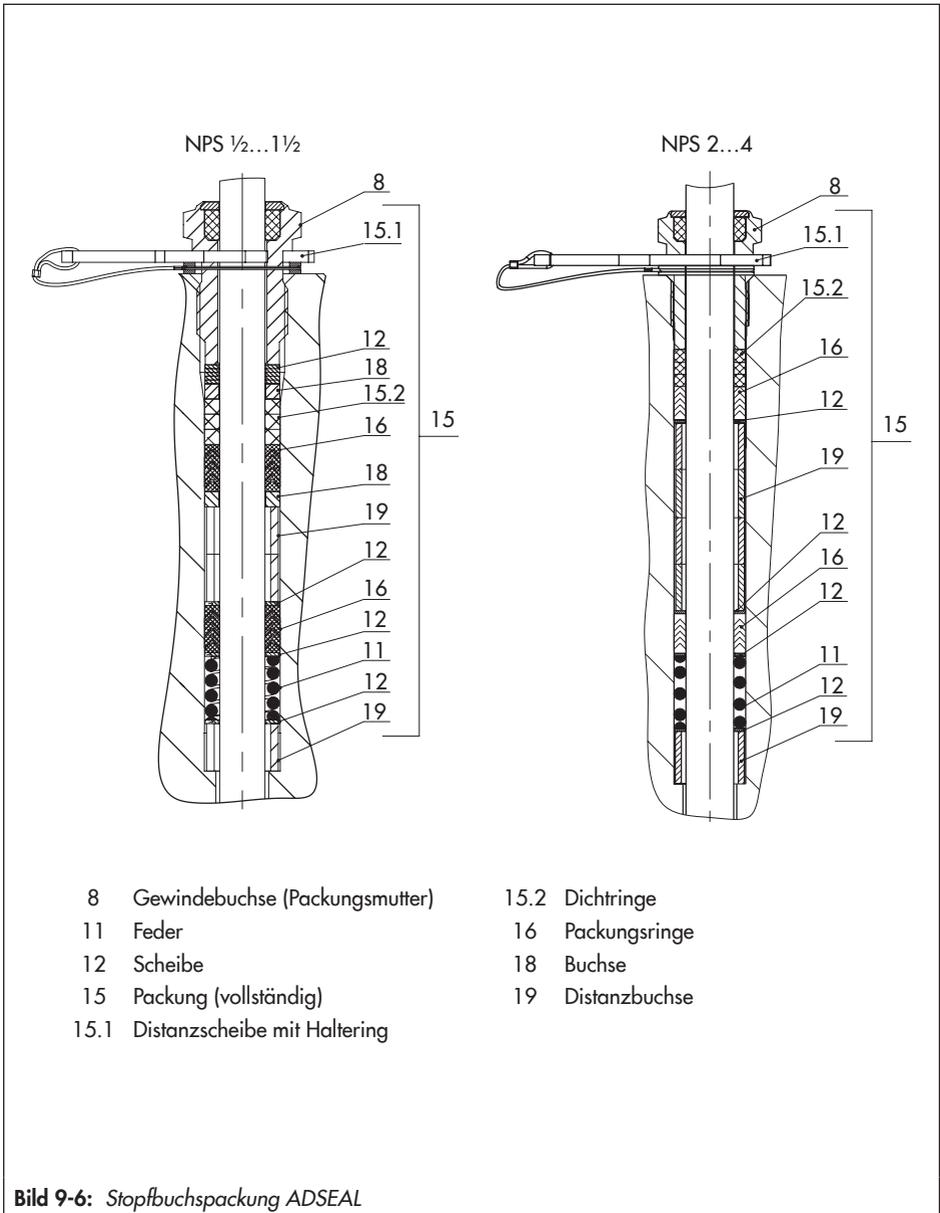

Bild 9-6: Stopfbuchspackung ADSEAL
1. Stopfbuchsteile mit einem geeigneten Werkzeug vorsichtig über die Kegelstange in den Packungsraum einschieben. Korrekte Anordnung beachten, vgl. Bild 9-6.
3. Rote Distanzscheibe (15.1) zwischen Gewindebuchse (8) und Haltering einfügen, vgl. Bild 9-6.